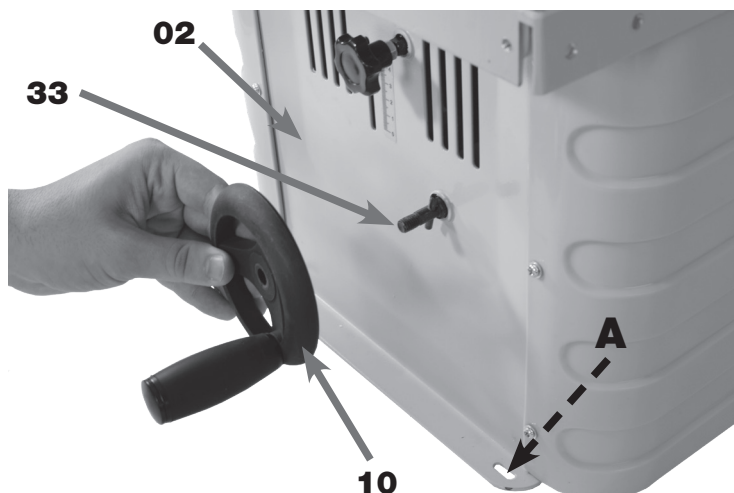

FIGURA 13 - Instalação do Volante de Ajuste da Altura
A sua fixação deve ser feita por parafusos (não fornecidos) pelos furos oblongos **A** (figura 13) do Conjunto da Base (09). Isso é necessário, pois durante a operação o material a ser fresado movimenta-se, consequentemente a máquina se movimenta também.
1. ENCAIXAR o Volante de Ajuste da Fresa (10) no Eixo de Ajuste da Altura da Fresa (33) (figura 13);